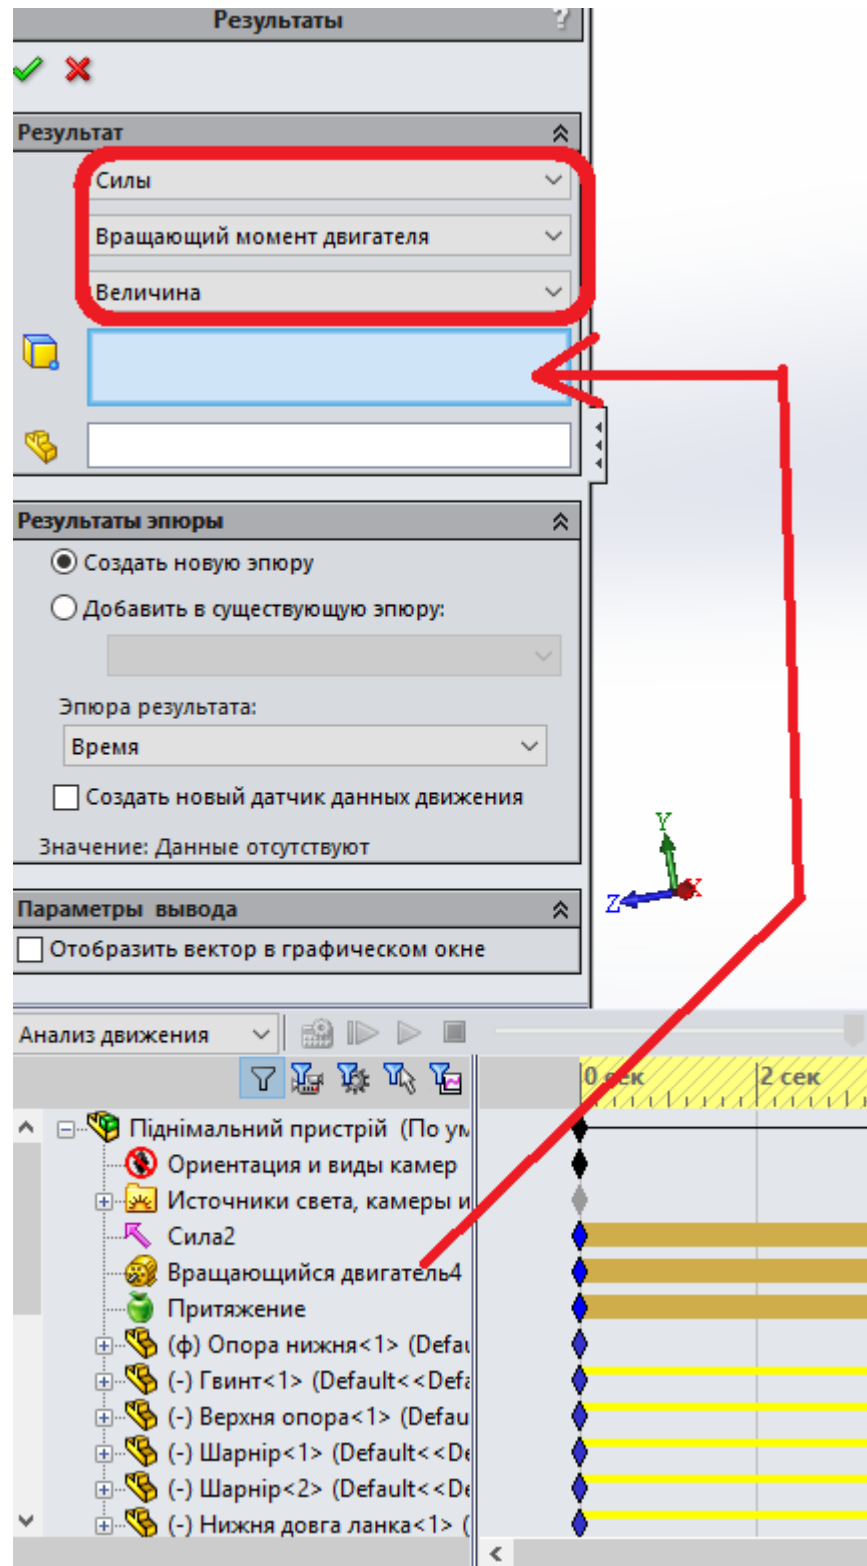
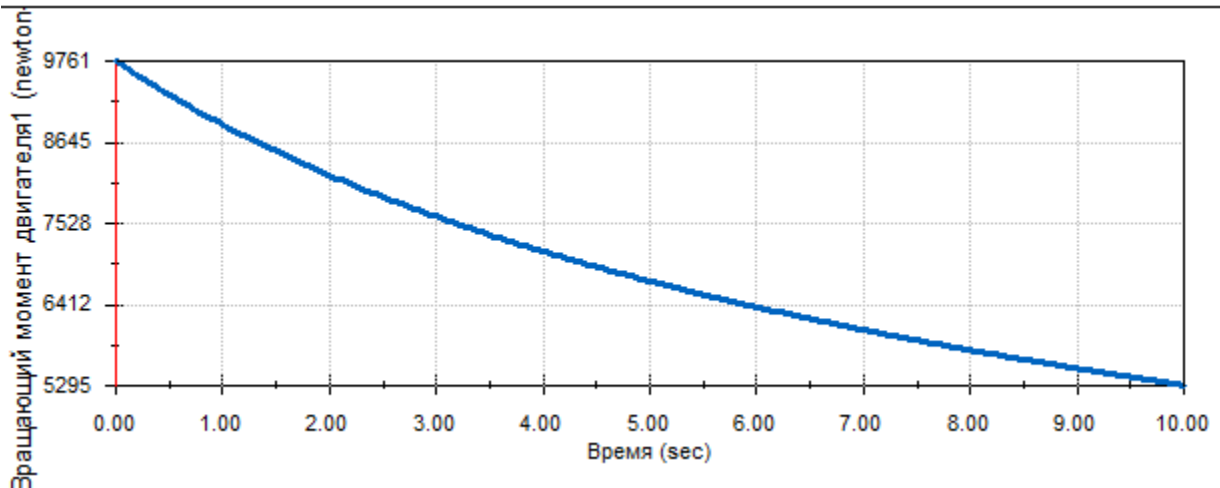
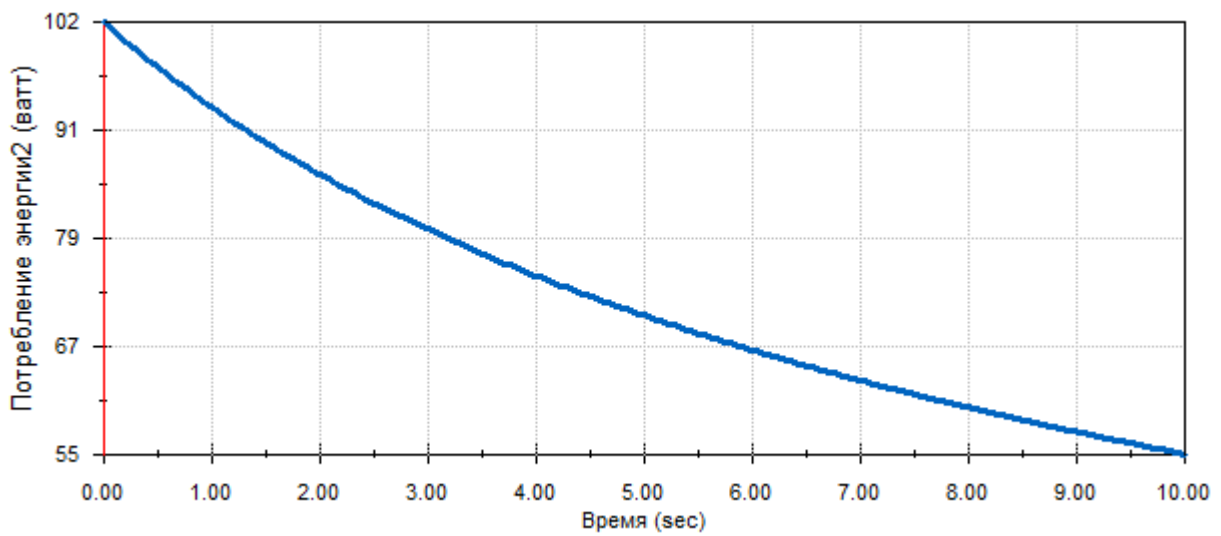

Рис. 7. Побудова епюри крутного моменту двигуна
Рис.8. Графік залежності крутного моменту двигуна від часу
Рис.9. Графік залежності споживання потужності двигуном
2.6. Аналіз результатів. Натиснути **Результаты** → категорія **Силы** → підкатегорія **Вращающий момент двигателя** → вибір результуючого компоненту **Величина**, обрати обертовий двигун, як це показано на рис.7. Натиснути **Ок**. Результат відображений на рис. 8.
2.7. Натиснути **Результаты** → категорія **Импульс/Энергия/Сила** → підкатегорія **Потребление энергии** → обрати обертовий двигун, як це показано на рис.7. Натиснути **Ок**. Результат відображений на рис. 9.